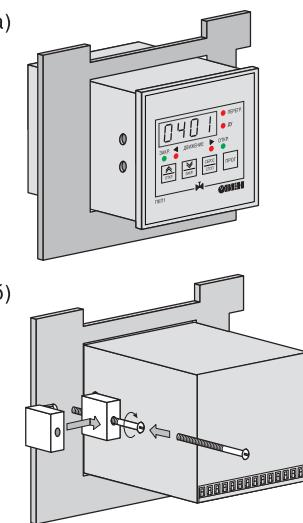

Рис. 16
1. Вставить прибор в специально подготовленное отверстие на лицевой панели щита (см. прил. А и рис. 16, а).
2. Вставить фиксаторы из комплекта поставки в отверстия на боковых стенках прибора (рис. 16, б).